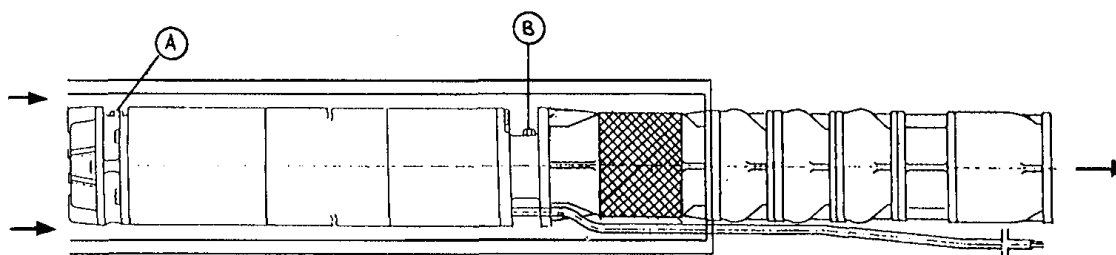

Рис. 7
**8.4.** С помощью колпака (см. рис. 7) проверьте, правильно ли охлаждается двигатель. Минимальная скорость потока воды, омывающей двигатель, должна составлять 0,15 м/с.